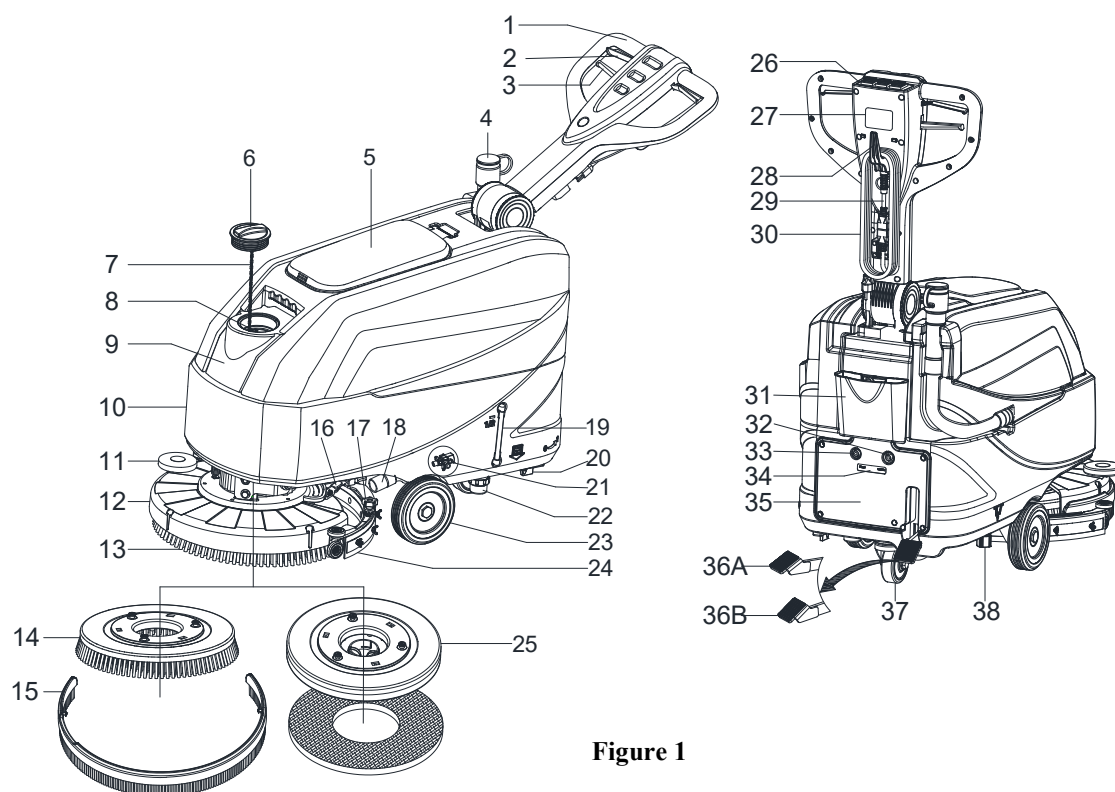
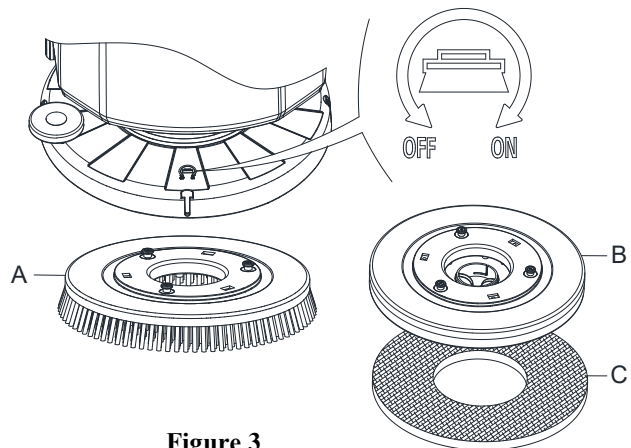

Figure 1
Figure 3
## STRUCTURE DE LA MACHINE (comme représenté sur la Figure 1)
Installer soit la brosse (A, Figure 3) ou le support de disque (B et C, Figure 3) selon le type de sol à nettoyer.
2. Soulevez la plate-forme en appuyant sur la pédale (36, Figure 1).
3. Placez les brosses (A, Figure 3) ou le support de disque (B, Figure 3) sous le plateau (12, Figure 1).
4. Abaissez le plateau sur les têtes de lavage en appuyant sur la pédale (36, Figure 1).
6. Appuyez sur l'un des leviers du commutateur de sécurité de la brosse/marche avant (2, Figure 1) pour engager la tête de lavage, puis relâchez-le. Si nécessaire, répéter la procédure jusqu'à ce que les brosses/les supports de disque sont engagés.
7. Si l'étape n° 6 ci-dessus s'avère difficile, utilisez la méthode manuelle en tournant la tête de lavage dans la direction opposée au sens de rotation normal (ON) pour installer la tête de lavage (comme indiqué à la Figure 3).
Pour engager la tête de lavage, appuyez sur le levier du commutateur de sécurité (2, Figure 1) qui allume le moteur de tête de lavage.
8. Pour retirer la tête de lavage, soulevez la plate-forme en appuyant sur la pédale (36, Figure 1), puis utilisez la méthode manuelle en tournant les têtes de lavage dans le sens opposé (OFF) puis retirez la tête de lavage.
3. Abaissez la tête de lavage (12, Figure 1) en soulevant la pédale (36), la brosse sur le sol.